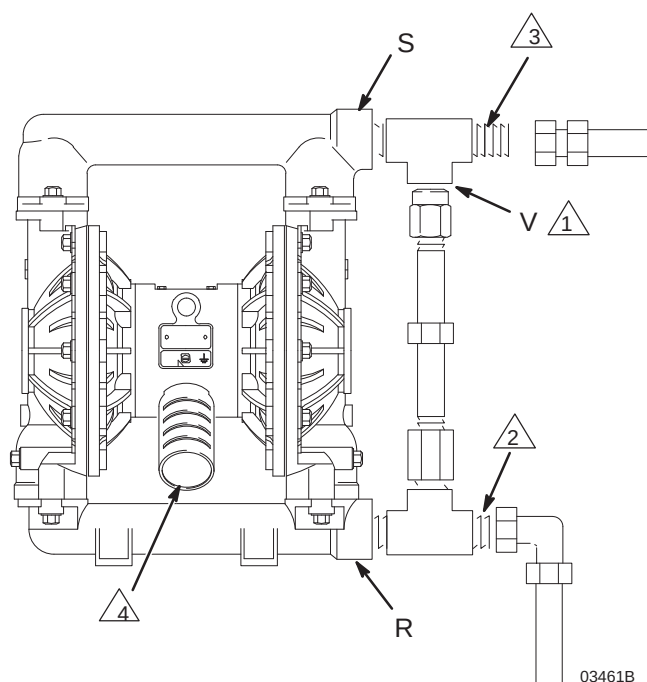

Рис. 4
В некоторых системах может потребоваться установка клапана сброса давления на выходе насоса, чтобы предотвратить избыточное давление и разрыв насоса или шланга. См. Рис. 4.
1. Извлеките глушитель (P) из отверстия для выпуска отработанного воздуха на насосе.
2. Установите заземленный шланг (T) для выпуска отработанного воздуха и подсоедините глушитель (P) к другому концу шланга. Минимальный внутренний диаметр шланга для отработанного воздуха составляет 19 мм (3/4"). Если потребуется шланг длиной более 4,57 м (15 футов), используйте шланг большего диаметра. Не допускайте резких изгибов или изломов шланга. См. Рис. 4.
3. Для сбора жидкости в случае разрыва мембраны установите контейнер (U) на конце линии для выпуска отработанного воздуха.